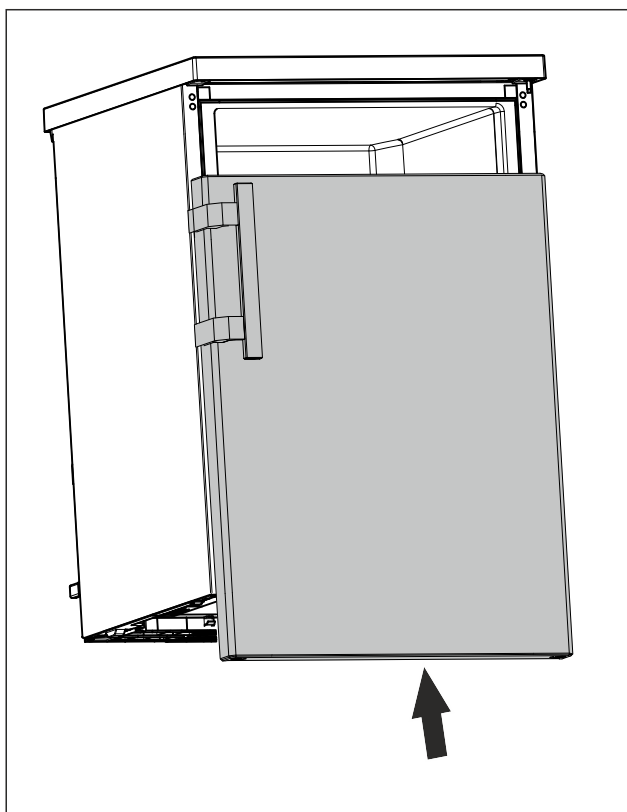

Fig. 16
- ▶ V zavřeném stavu nasad'te dvířka na horní čep. (viz Fig. 16)